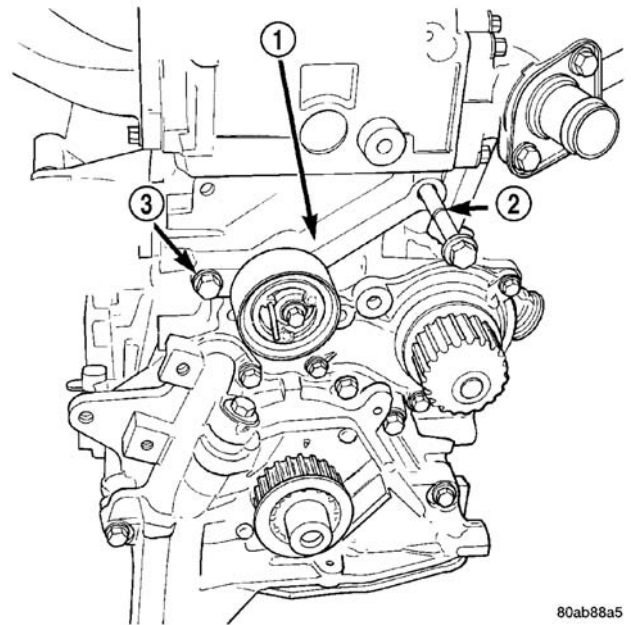

图 126 正时皮带张紧器组件-拆卸/安装
(5) 拆卸连接正时皮带张紧器组件至发动机的下部螺栓，并作为一个整体卸下张紧器（图 126）。
(1) 将正时皮带张紧器组件校正至发动机，安装下固定螺栓，但不要拧紧（图 126）。为能正确校正张力器组件一转动一个发动机托架固定螺栓（M10）5 至 7 圈，将其拧至张力器上方的固定位置（图 126）。
(2) 将张力器的下安装螺栓扭矩调整至 61N·m(45ft.lbs.)。拆卸用来执行张紧器校正的上螺栓。